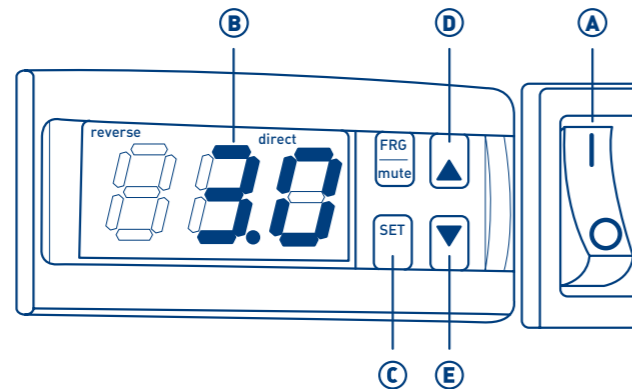

ABBILDUNG 4: TEMPERATURREGLER
- Kühlaggregat über den Hauptschalter 0/I einschalten (Abbildung 4 - A).
- die SET-Taste (Abbildung 4 - C) einige Sekunden lang betätigen: auf dem Display (Abbildung 4 - B) erscheint St1;
- die SET-Taste loslassen (Abbildung 4 - C): auf dem Display (Abbildung 4 - B) blinkt der aktuelle Wert des Setpoints;
- um den Wert des Setpoints zu erhöhen, wiederholt die UP-Taste betätigen (Abbildung 4 - D). Jedes Betätigen der Taste erhöht die Setpoint-Temperatur um 0,1°C;
- um den Wert des Setpoints zu verringern, wiederholt die DOWN-Taste betätigen (Abbildung 4 - E). Jedes Betätigen der Taste verringert die Setpoint-Temperatur um 0,1°C;
- erneut die SET-Taste betätigen (Abbildung 4 - C): Der neue Setpoint-Wert wird bestätigt.
- Nach der Einstellung wird im Display (Abbildung 4 - B) erneut die tatsächliche Temperatur im Inneren des Behälters eingeblendet.
- Kühlaggregat abschalten, dazu am Hauptschalter 0/I auf 0 drücken (Abbildung 4 - A). Netzstecker (oder Batterieanschluss) und Gerätestecker abziehen. Das Versorgungskabel an einem sicheren Ort aufbewahren und vor Feuchtigkeit schützen.
- Vor der Reinigung das Kühlaggregat abschalten, dazu auf dem Hauptschalter 0/I auf 0 drücken (Abbildung 4 - A). Netzstecker (oder Batterieanschluss) und Gerätestecker abziehen. Das Versorgungskabel an einem sicheren Ort aufbewahren und vor Feuchtigkeit schützen.
- Kühlaggregat abschalten, dazu auf dem Hauptschalter 0/I auf 0 drücken (Abbildung 4 - A). Netzstecker (oder Batterieanschluss) und Gerätestecker abziehen. Das Versorgungskabel an einem sicheren Ort aufbewahren und vor Feuchtigkeit schützen.
Melform-Bonetto S.r.L. empfiehlt eine regelmäßige Wartung des Behälters, um eventuellen Brüchen vorzubeugen, seine Lebensdauer zu verlängern und die Funktionstüchtigkeit zu gewährleisten. Vor jeglichen Wartungsarbeiten das Kühlaggregat abschalten, dazu auf dem Hauptschalter 0/I auf 0 drücken (Abbildung 4 - A). Netzstecker (oder Batterieanschluss) und Gerätestecker abziehen. Das Versorgungskabel an einem sicheren Ort aufbewahren und vor Feuchtigkeit schützen.
d) Der Hauptschalter 0/I (Abbildung 4 - A) ist defekt	d) Den Hauptschalter 0/I kontrollieren (Abbildung 4 - A) und wenn erforderlich ersetzen
c) Der Hauptschalter 0/I (Abbildung 4 - A) ist defekt	c) Den Hauptschalter 0/I (Abbildung 4 - A) kontrollieren und wenn erforderlich ersetzen.